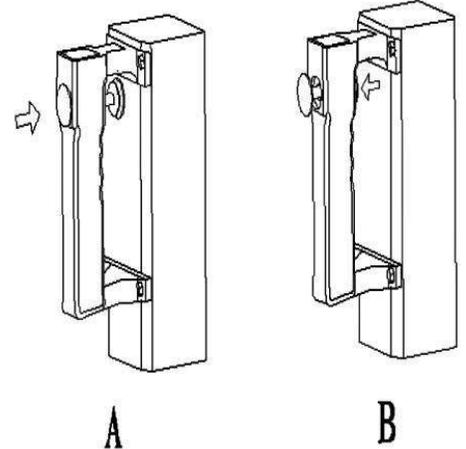

Figure 1
- (Fig.1), pour verrouiller ou déverrouiller le bras horizontal. La tête de montage est automatiquement levée de 2-3mm lorsque c'est verrouillé.